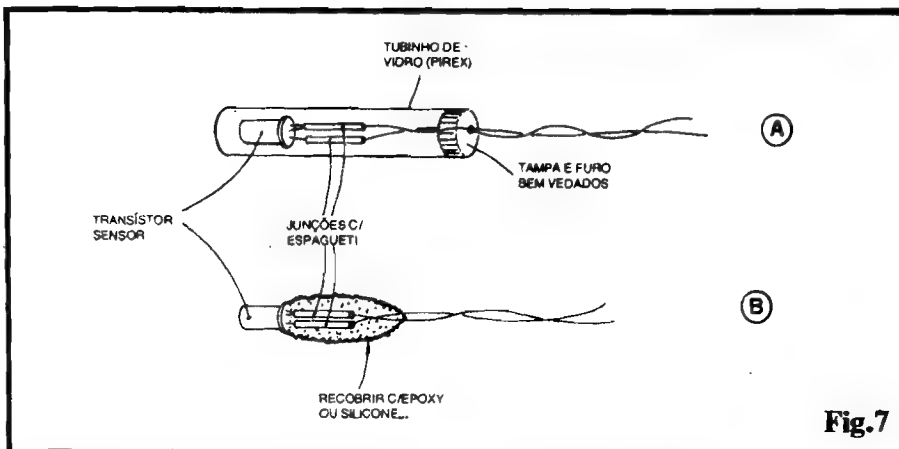

Fig. 7
- FIG. 7 - "AJEITANDO" O SENSOR... - Conforme já deve ter ficado mais do que claro, o elemento sensor de Temperatura (que "converte" os "graus" em parâmetros de "voltagem", a serem interpretados e lidos pelo circuito...) é o transístor 2N2222... Este, na maioria das aplicações, deve receber alguma proteção, no sentido de isolar as conexões aos seus terminais, já que - se isso não for feito - "leituras" e interpretações errôneas se verificarão (devido à grande sensibilidade dos estágios iniciais internos do conversor analógico/digital 7107...). Basicamente, duas maneiras existem de proteger elétrica e mecanicamente tais conexões... Em 7-A temos uma sugestão simples, porém muito válida, para inúmeras aplicações, com o transístor/sensor "embutido" num tubinho de vidro, tipo "pirex" (pode ser obtido em casas que fornecem materiais para laboratórios químicos...), junções de terminais com os respectivos fios protegidas por espaguete plástico, e uma boa vedação na tampa do tubo (com pasta de silicone, ou epoxy...). A solução mostrada em 7-B é mais simples,